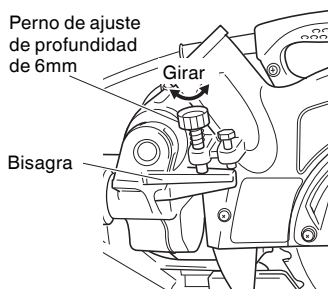

Fig. 12
Para ajustar la posición de límite inferior de la hoja de sierra, siga lo procedimiento (1) indicado en la Fig. 12.
- (1) Baje la cabeza del motor, y gire el perno de ajuste de profundidad de 6 mm, y realice los ajustes de manera que se pueda formar una holgura de 5/64" a 1/8" (2 mm a 3 mm) entre la posición de límite inferior de la cabeza del motor y la parte superior de la pieza de trabajo en la posición de límite inferior de la hoja de sierra donde la cabeza del perno de ajuste de profundidad de 6 mm entra en contacto con la bisagra.